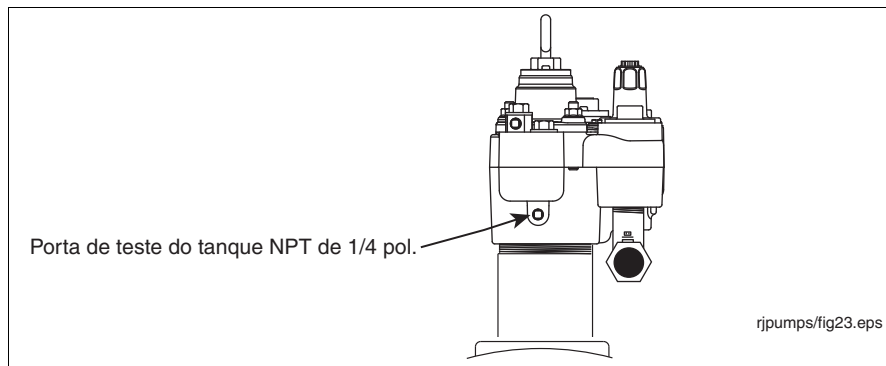

Figura 43. Porta de teste do tanque no manifold
2. Remova e guarde o plugue da porta de teste do tanque NPT de 1/4 pol. e conecte o equipamento de teste do tanque (consulte a Figura 43).